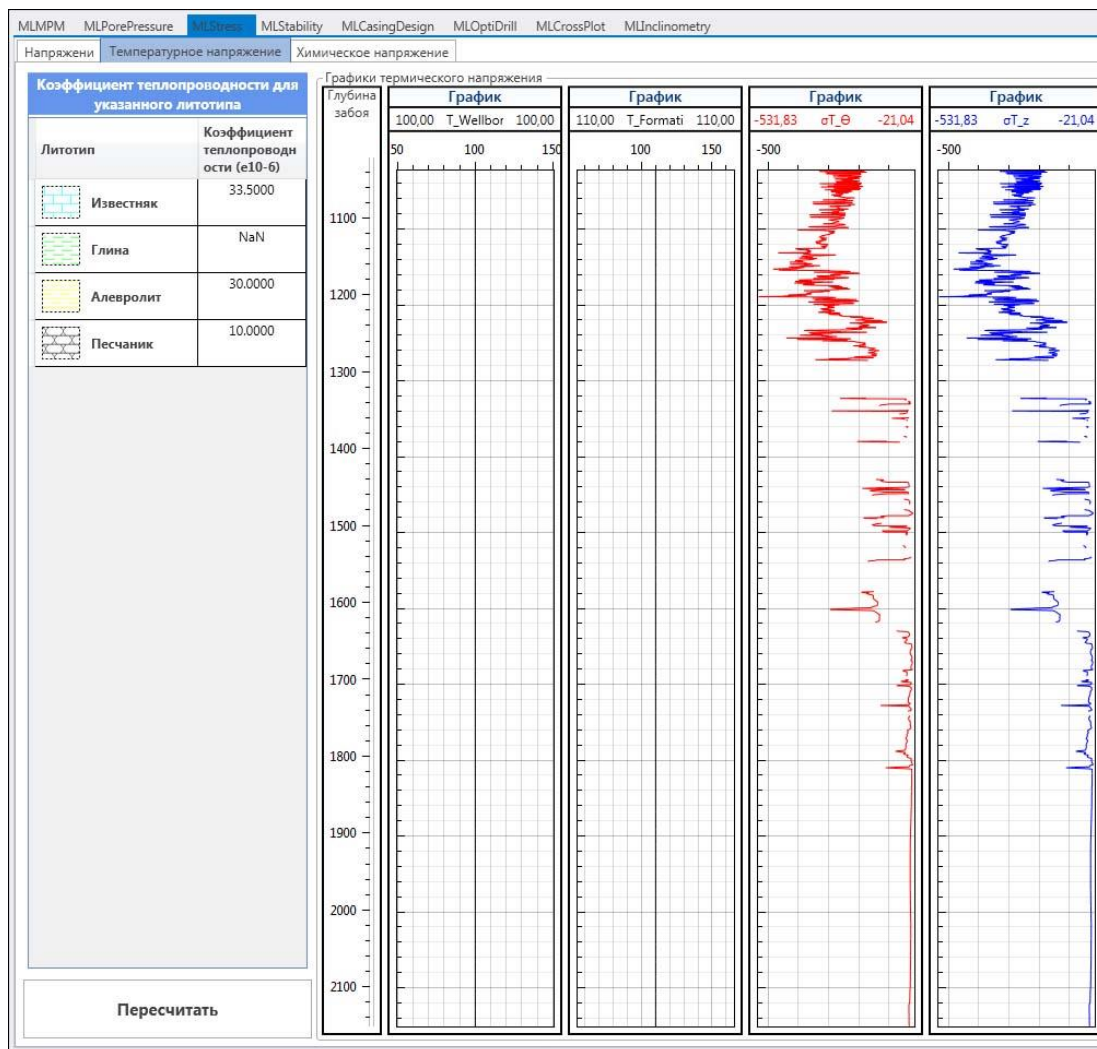

Рисунок 45 Модуль MLStress. Расчёт температурного напряжения
2. Расчёт температурного напряжения (**Рисунок 45**). Пользователь на вкладке «Температурное напряжение» модуля MLStress предварительно заносит в таблицу коэффициенты теплопроводности для каждого из указанных литотипов. По умолчанию значения равны NaN, и для таких литотипов расчёты не производятся.